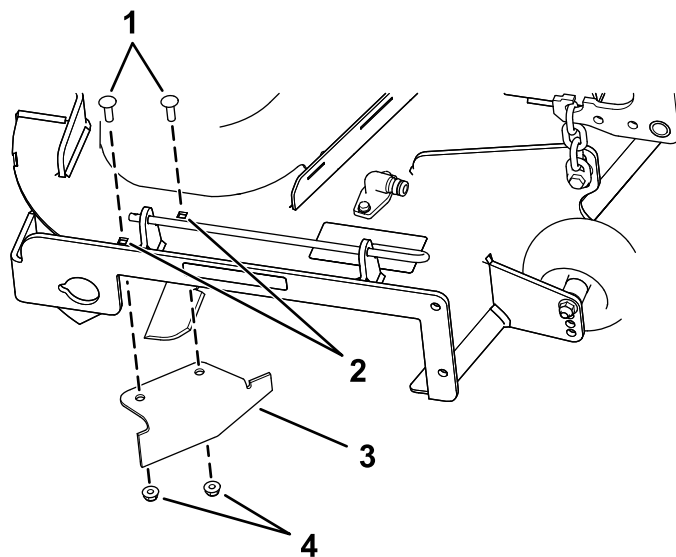

Figura 33
9. Localize o abafador de corte no saco das peças soltas e retire as fixações nos furos posteriores da placa de descarga (Figura 33).